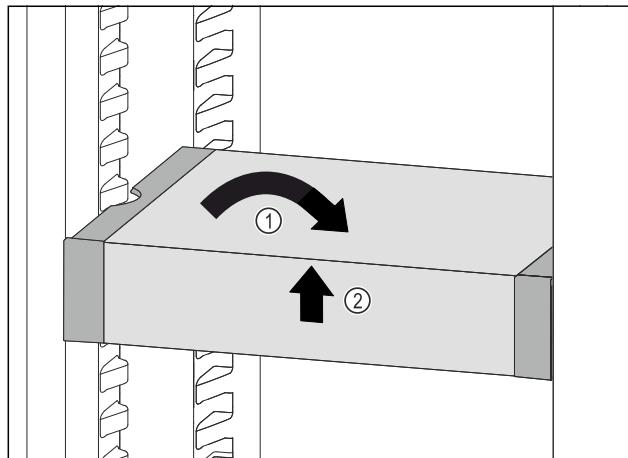

Fig. 96
- Установите VarioSafe прямо. Fig. 96 (1)
- Приподнимите VarioSafe спереди. Fig. 96 (2)